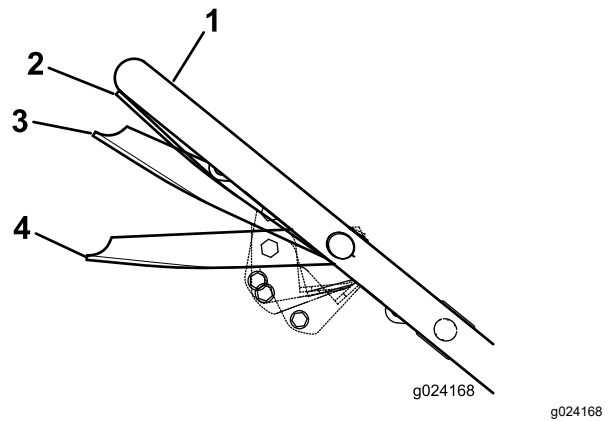

Figura 15
3. Apriete la barra de control de la cuchilla contra el manillar hasta la posición Marcha/avance (Figura 15).
Importante: Si cambia de velocidad mientras aprieta la barra de control de la cuchilla contra el manillar en la posición de Marcha/avance, podría dañar la transmisión. Mueva la barra de control de la cuchilla a la posición Marcha/cambio (Figura 15) antes de cambiar la velocidad de avance.